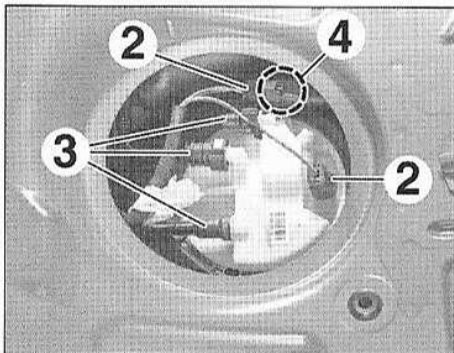

FIG.44
- Débrancher (Fig.44) :
- les connecteurs (2),
- les raccords (3).
- Dégrafer le faisceau (4).